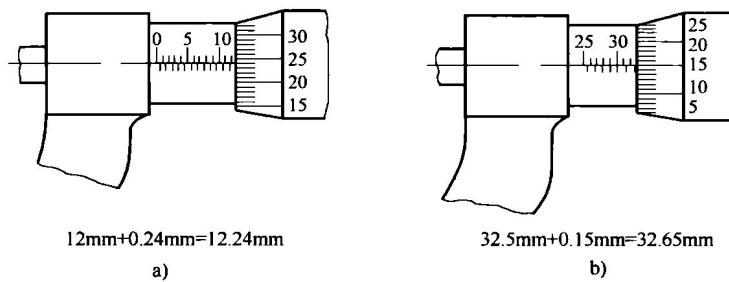

图 1-5 外径千分尺的读数方法
- 3) 将以上两部分读数相加，就是被测工件的实际尺寸，如图 1-5 所示。